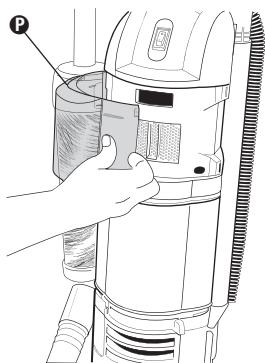

FIG. 15
**Step 1:** Remove top filter cover **P** by grasping right edge and pivoting to the left (FIG. 15).
**Paso 1:** Quite la tapa del filtro **P** tomando el borde de la derecha y abriéndola hacia la izquierda (FIG. 15).